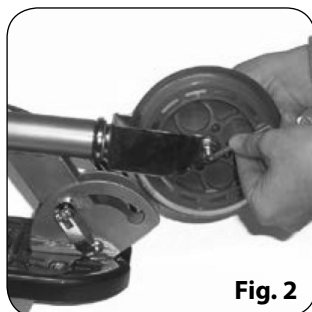

Fig. 2
3. Zamocuj przednie koło za pomocą załączonych narzędzi, dokręcając nakrętkę/śrubę przedniego koła. Patrz: Fig. 2